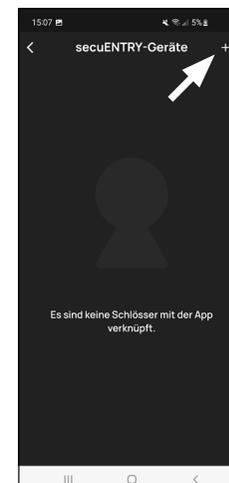

Fig. 2
- 2 O aplicativo mostra uma lista de cilindros já registrados. Durante a configuração inicial, ele está vazio. Para configurar um novo cilindro, toque no "+" no canto superior direito (Fig. 2).